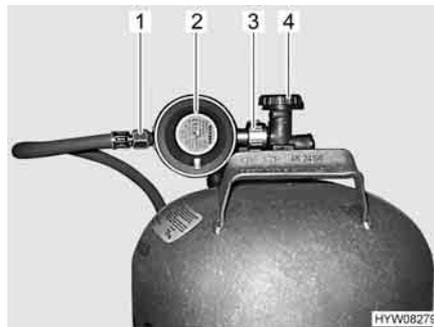

Fig. 84 Raccordo bombola del gas
- Chiudere la valvola principale di arresto (Fig. 84,4) della bombola del gas. Osservare la direzione della freccia.
- Tenere fermo il regolatore di pressione del gas (Fig. 84,2) e aprire il dado zigrinato (Fig. 84,3) con una chiave speciale adatta (filettatura sinistra).
- Rimuovere il regolatore di pressione del gas con il tubo del gas (Fig. 84,1).
- Collocare il regolatore di pressione del gas (Fig. 84,2) con il tubo del gas (Fig. 84,1) sulla bombola del gas e serrare bene il dado zigrinato (Fig. 84,3) con una chiave speciale adatta (filettatura sinistra; **non** serrare eccessivamente).